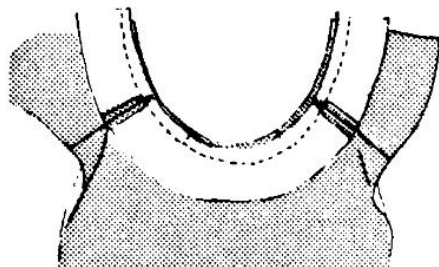

Рис. 145
5. Сложите изделие и обтачку лицевыми сторонами внутрь, при этом обтачка должна находиться сверху, сколите и стачайте, используя частые стежки (рис. 145).